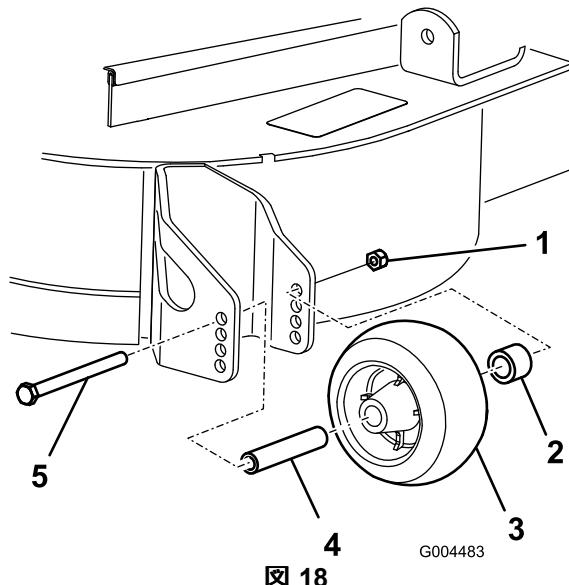

図 18
3. 刈高を変更後、ローラのフランジナット、ブッシュ、スペーサ、ボルトを外して図 18、ローラの高さ調整を行う。
5. フランジナット、ブッシュ、スペーサ、ボルトを取り付ける。54-61 Nmにトルク締めする図 18。